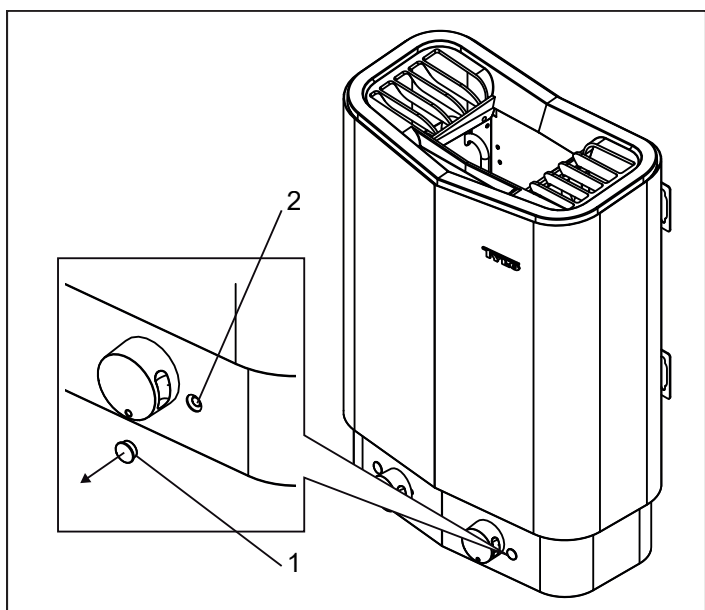

Figure 5 : réinitialisation de la protection thermique
La protection thermique du poêle sert à empêcher la surchauffe des composants, des résistances tubulaires et du bois à l'intérieur du sauna. Si la protection thermique s'est déclenchée, il convient de la réinitialiser avant de pouvoir rallumer le poêle. Il convient toutefois de rechercher au préalable la cause de la surchauffe. Pour réinitialiser la protection thermique, retirez le cache (1) (Figure 5) et relâchez le bouton (2) jusqu'au clic.